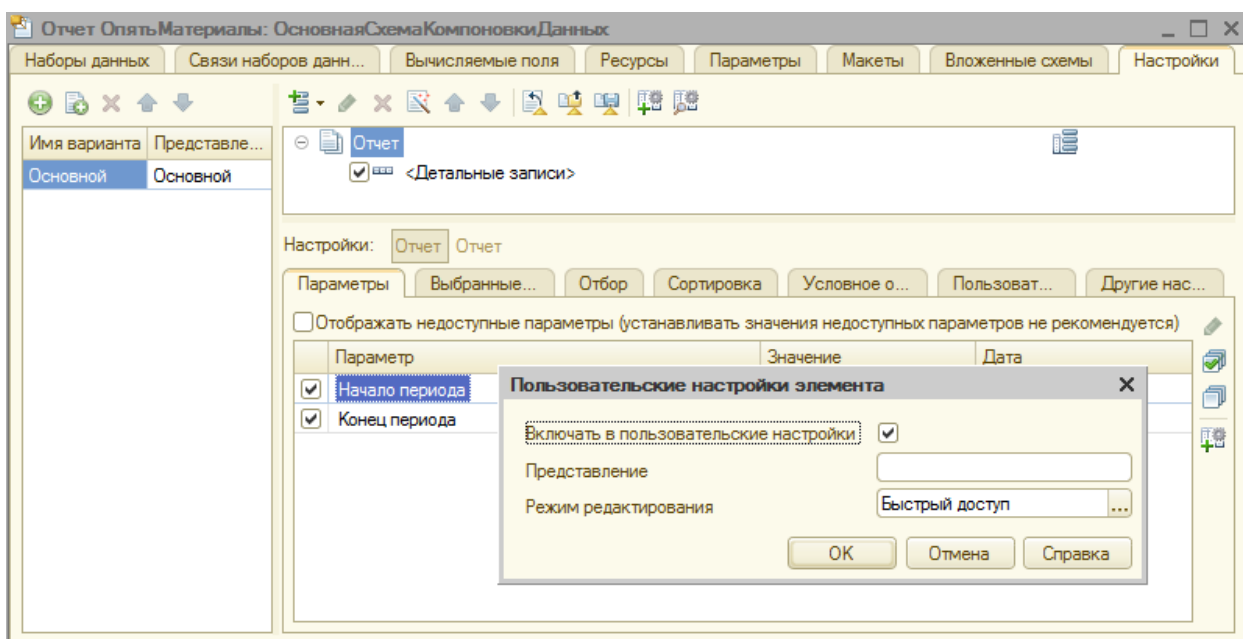

Рисунок 63 Настройка свойств параметров
9. На вкладке **Параметры** поставьте галочки напротив **Начало периода** и **Конец периода**, в **Свойствах** (кнопка на правой панели окна) пользовательских настроек для каждого параметра установите флажок **«Включать в пользовательские настройки»** для отображения в макете отчета (рис. 63):